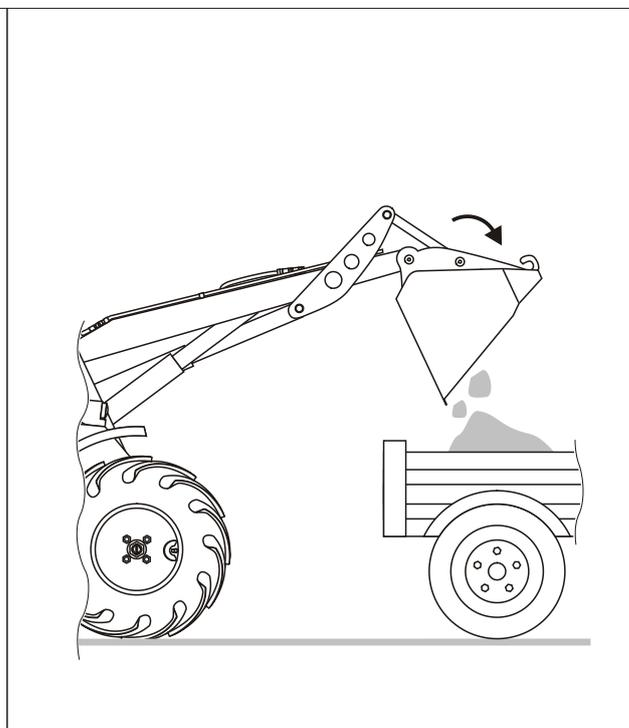

РИС. 35
- 4) Наклоните ковш вперед, переместив многофункциональный джойстик **«вправо»**, таким образом материал загрузится в транспортное средство (см. РИС. 35).